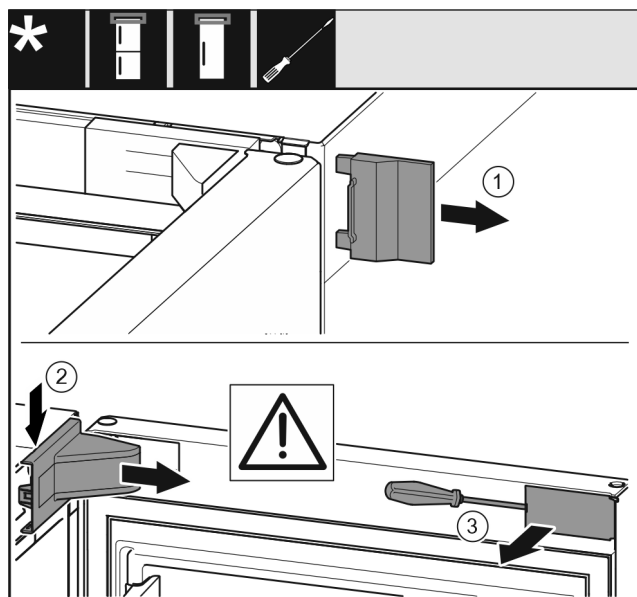

Fig. 6
- Sejměte vnější kryt. Fig. 6 (1)
- Odjistěte a uvolněte kryt stojanu ložiska. Sejměte kryt stojanu ložiska. Fig. 6 (2)
- Plochým šroubovákem vyjměte záslepku a otočte ji ke straně. Fig. 6 (3)